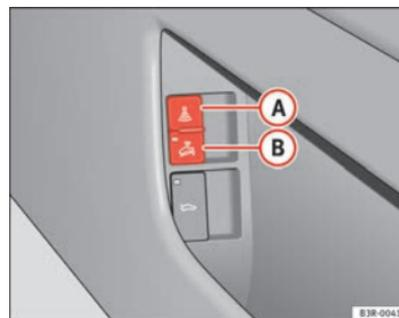

Fig. 79 Interruptor de la vigilancia del habitáculo
- Abra la puerta y tire del interruptor con el símbolo a un lado del compartimento portaobjetos de la puerta del conductor ⇒ fig. 79.
- Abra la puerta y tire del interruptor (B) con el símbolo  a un lado del compartimento portaobjetos de la puerta del conductor ⇒ página 113, fig. 79.